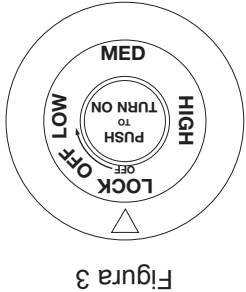

Figura 3
2. Asegúrese de que la perilla de control está en la posición "OFF" (apagado), vea la Figura 3.